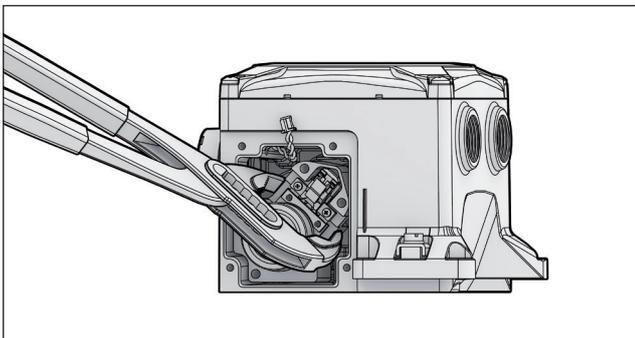

Fig. 81. NDX1510\_ Puxando o pré-estágio com um alicate.
- Puxe o pré-estágio cuidadosamente. Recomenda-se usar um alicate para agarrar as ranhuras nas laterais do pré-estágio. Tenha cuidado para não tocar nas partes móveis do pré-estágio. (Fig. 81)